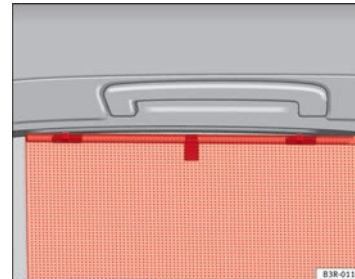

Abb. 98 Hochgezogenes Rollo an einer Fondtür
– Ziehen Sie das Rollo aus und hängen es in die Haken am oberen Türrahmen ⇒ Abb. 98.